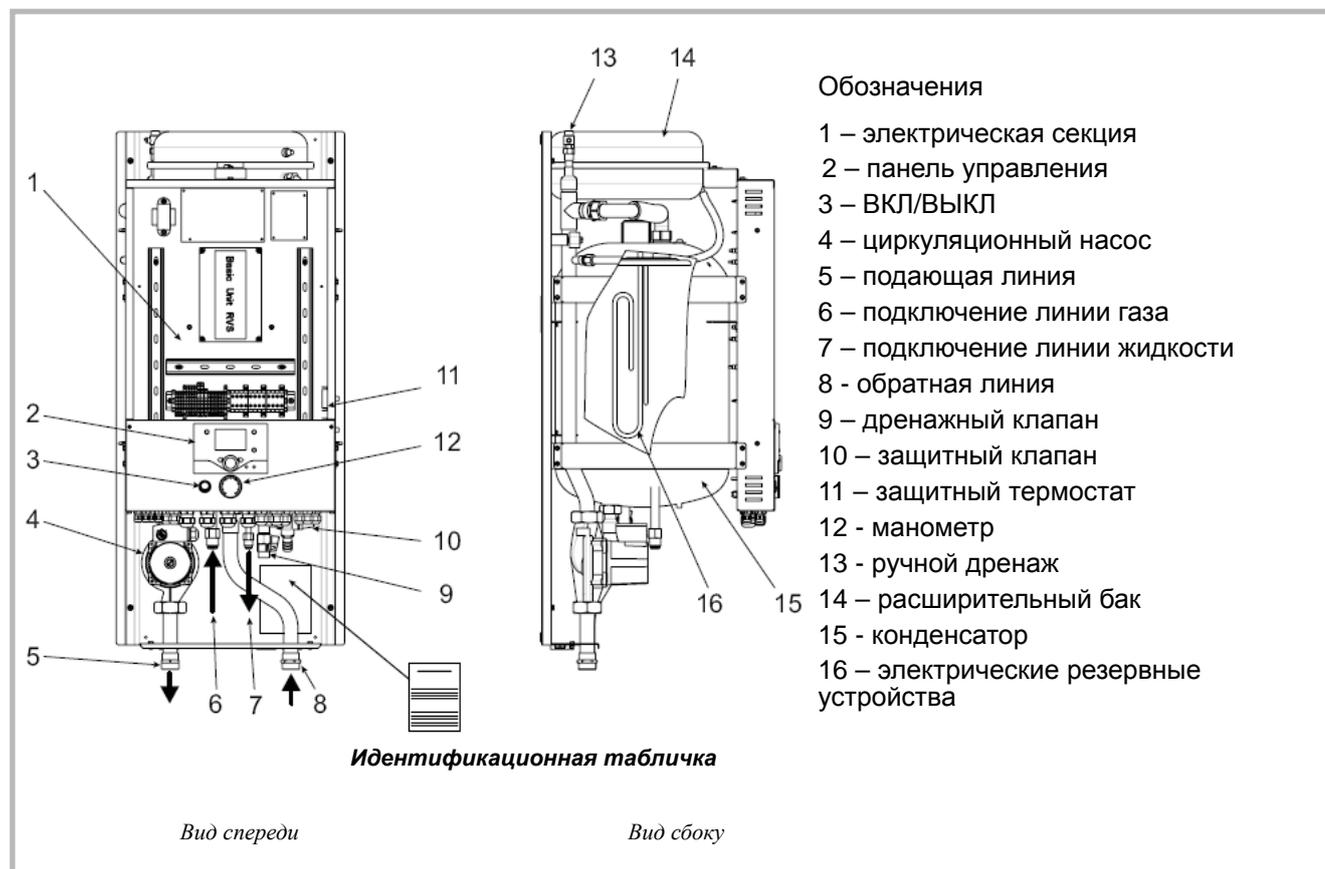

Рис. 8 - компоненты внутреннего блока
- Конденсатор ( №15, рис. 8): энергия хладагента передается контуру обогрева. Хладагент переходит в жидкое состояние.